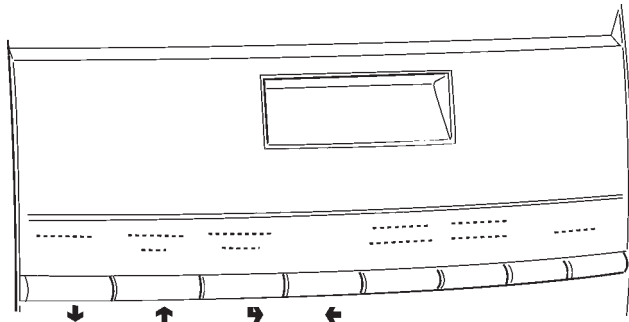

Fig. 20
- Panneau des poussoirs externe à sélection directe qui, en modalité "Chargeur" et "Technicien", exercent les fonctions suivantes (voir fig. 20):